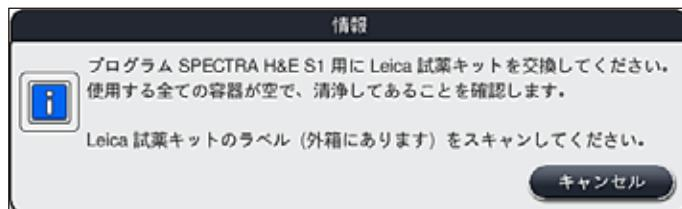

図56
- 画面上の情報メッセージ (→「図56」) に従い、包装箱のラベルを装置前面の RFID センサー (→「図57-1」) の前にかざしてスキャンします。
- ライカ試薬キットのスキャンを中止するには、有効期限切れでないライカ試薬キットのパッケージのラベルのスキャンが始まる前に、(→「図 56」) の情報メッセージにある「キャンセル」ボタンを押します。